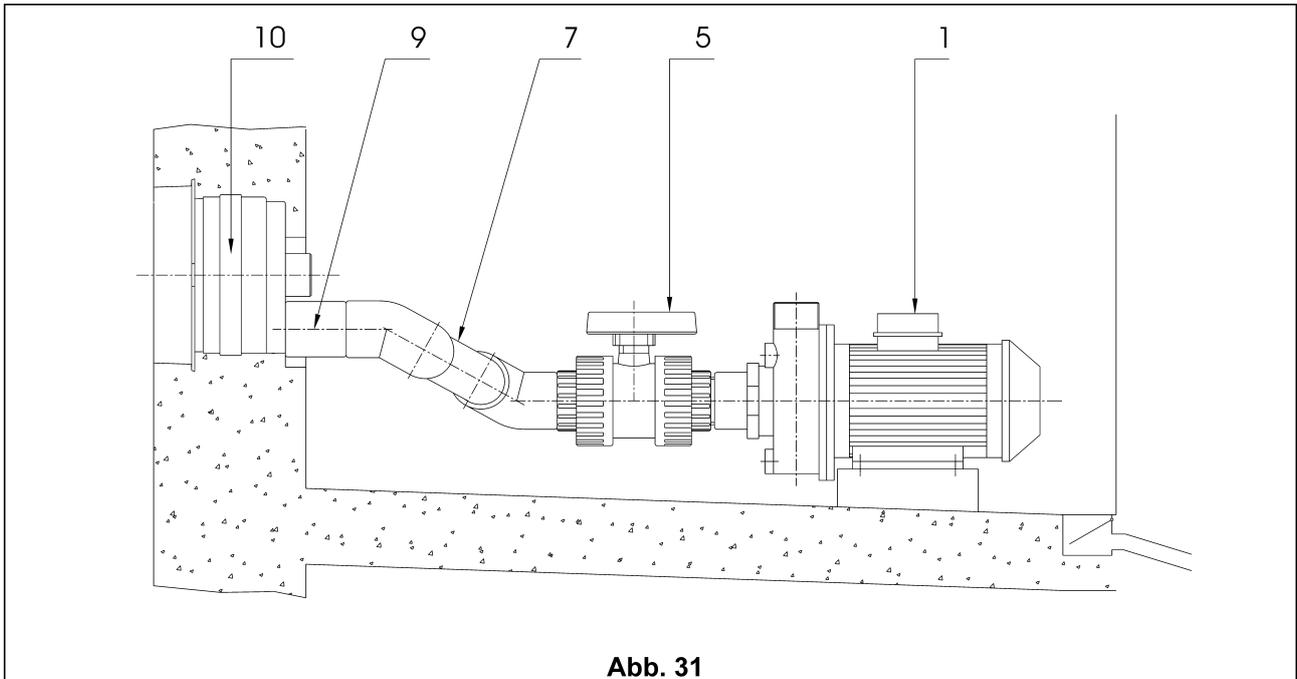

Abb. 31
- ✓ Demontage der Kugelhahn-Mittelteile (5) und (6) aus der Druck- und Saugleitung.
- ✓ Entfernen der AJ-Pumpe (1) und Bohren der Löcher für die Befestigung der Pumpe.
Schritt 10 (Abb. 31)
- ✓ Befestigen der AJ-Pumpe (1).
Schritt 11 (Abb. 31)
- ✓ Verkleben der Saugleitung (7) mit der Muffe (9) am Sauganschluss der AJ-Düse (10)
- ✓ Montage des Kugelhahn-Mittelteils (5).